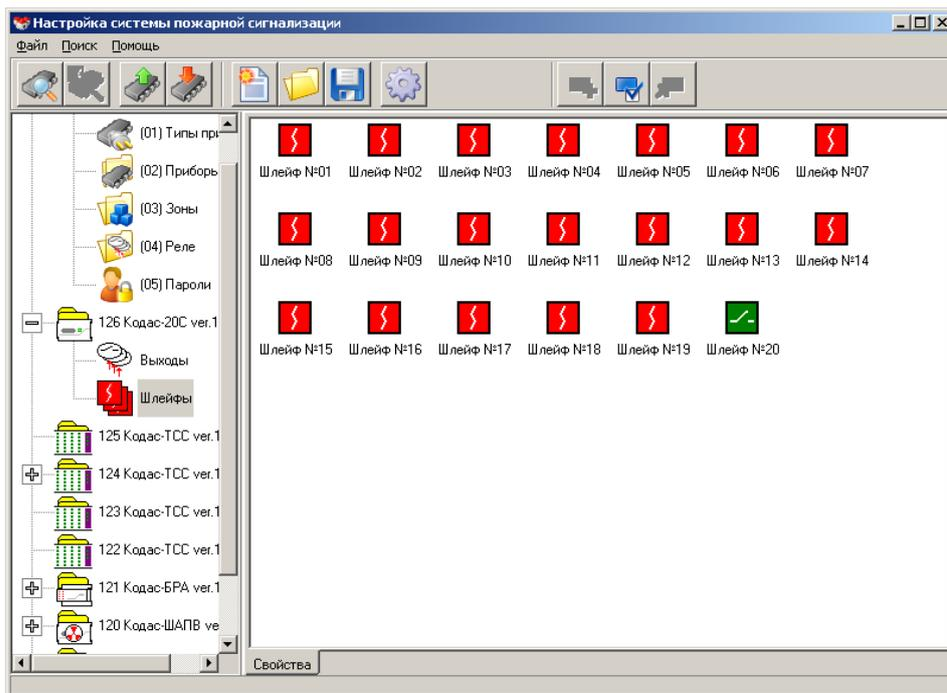

Рис. 25
5.4.2 При выделении пиктограммы «шлейфы» правое окно принимает вид, как на рис.25, где в виде пиктограмм красного цвета отображаются пожарные ШС, а зеленого – технологические ШС.